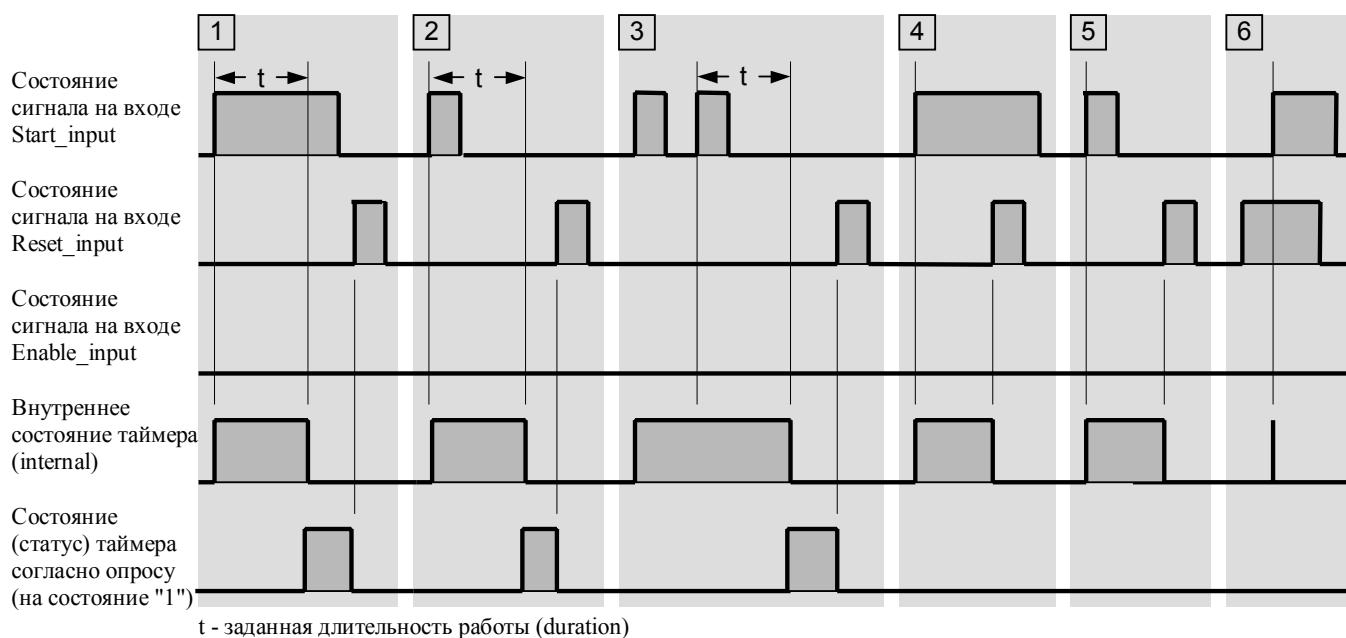

Рис. 7.9 Отклик таймера с задержкой включения с памятью (Retentive On-delay timer) на сигналы запуска и сброса
Показанное на рис. 7.9 поведение таймера будет соответствовать действительности, если Вы будете придерживаться рекомендованной выше последовательности операторов для STL (сначала запуск, затем сброс, затем опрос таймера). Обычно операция разблокирования (Enabling a timer) не требуется для работы таймера в программе STL, и для программы на SCL она также не является необходимой.
Операция сброса таймера с задержкой включения с памятью (Retentive On-delay timer) имеет статический эффект и имеет приоритет перед запуском таймера (см. рис. 7.9).
- [6] Если сигнал на входе Start_input изменяет свое состояние с "0" на "1" (положительный фронт сигнала), в то время, как на входе Reset_input присутствует состояние "1", то таймер запускается, но последующая инструкция сброса немедленно его сбрасывает (на рис. 7.9 это показано жирной вертикальной чертой). Если проверки (опросы) таймера на состояние "1" (timer status) следуют по времени после сброса таймера, то короткое время работы таймера после его запуска не скажется на результатах проверки - результат проверки будет равен "0".